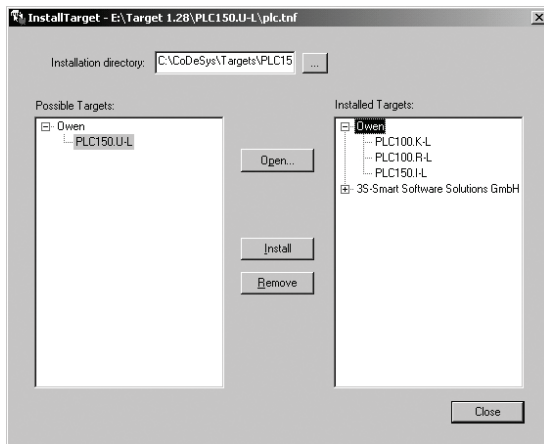

Рисунок 5.1 -- Окно «InstallTarget» утилиты InstallTarget
1) В открывшемся при запуске утилиты **InstallTarget** окне (рисунок 5.1) – нажать кнопку Open и указать путь доступа к инсталлируемому Target-файлу (имеющему расширение *.tnf, Target Information File). Target-файлы контроллеров ОВЕН ПЛК154 находятся на компакт-диске, поставляемом с контроллером, в папке «Target» или могут быть скачаны с сайта www.owen.ua. При скачивании с сайта папку с Target-файлами надо разархивировать и сохранить на жестком диске ПК.